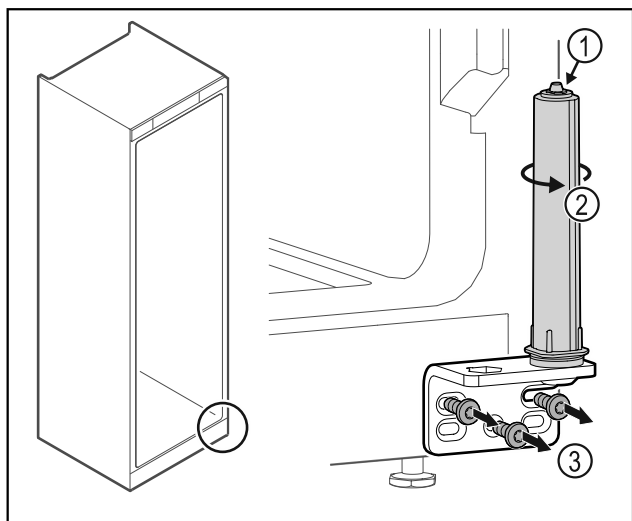

Fig. 31
- ▶ Systemu blokującego drzwi nie należy demontować Fig. 31 (1).
- ▶ System blokujący Fig. 31 (2) obrócić do momentu, aż kliknie.
- ▶ Odkręcić zawias Fig. 31 (3).